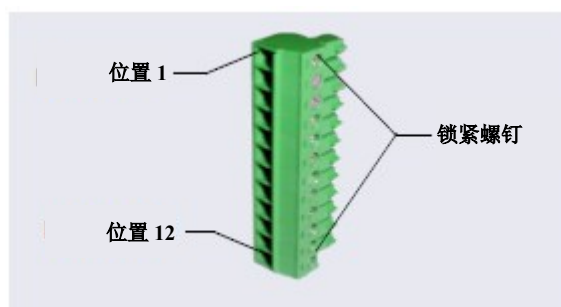

图 2-34. 12 位连接器插头
1. 确定 I/O 选件电路板随附的双绞线 (P/N 043598) 和 12 位连接器插头 (P/N 923686) 的位置 (见 图 2-34)。